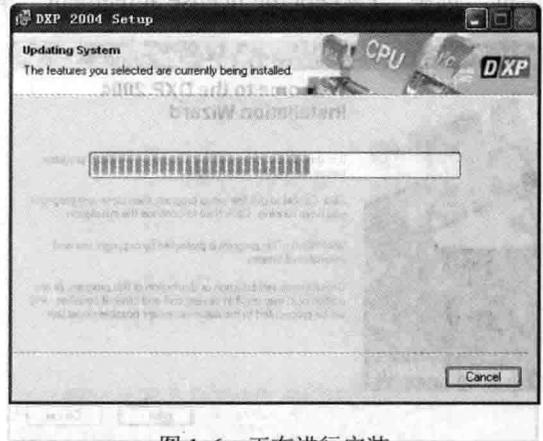

图 1-6 正在进行安装
6) 单击“Next”按钮后安装开始,如图 1-6 所示。整个安装过程大概需要几分钟,用户也可以随时单击“Cancel”按钮取消安装。